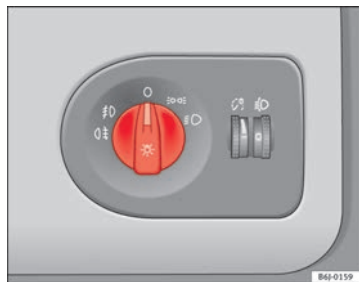

Abb. 54 Ausschnitt aus der Instrumententafel: Schalter für die Leuchten, Nebelscheinwerfer und Nebelschlussleuchte
- Drehen Sie den Lichtschalter ⇒ Abb. 54 in Stellung ☀.